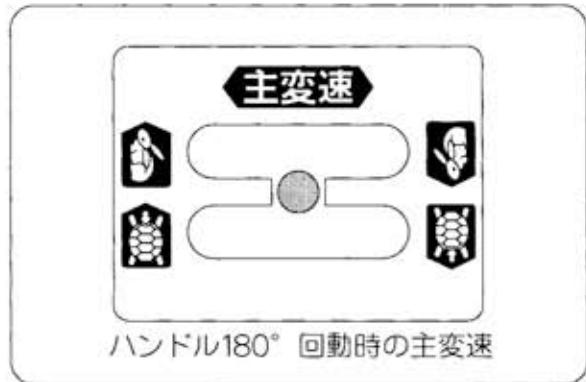

図18A
- ① 主変速レバー（チェンジレバー）を希望の速度位置にしてください。亀（低速）の【前進、後進】チェンジの切換は主クラッチを切らなくても切換操作が出来ます。(図18A)